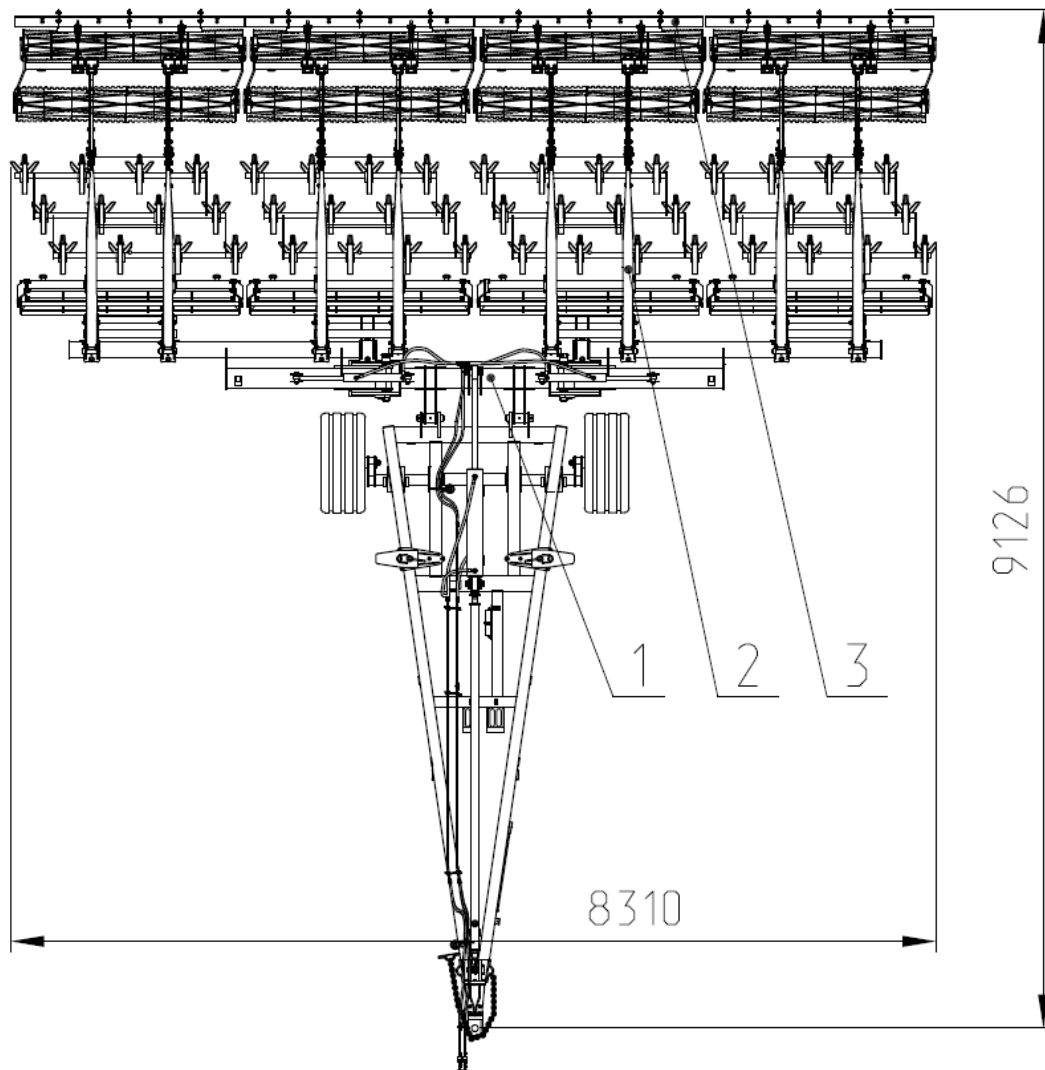

Рис.1 Культиватор КБП8-4 К1 "Орлан"
2.1 Культиватор (рис.1,2) состоит из носителя 1, секций в сборе 2, и планчатого выравнивателя 3.